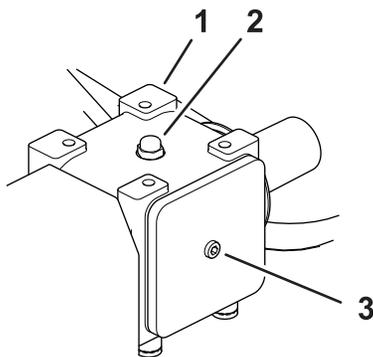

Figure 29
1. Nettoyez le bouchon de remplissage pour éviter la contamination (Figure 29).
5. Installez le boulon à tête creuse sur l'arrière du boîtier d'engrenages (Figure 29).
1. Nettoyez le bouchon de remplissage et le bouchon de vidange pour éviter la contamination (Figure 29).
7. Installez le boulon à tête creuse sur l'arrière du boîtier d'engrenages (Figure 29).